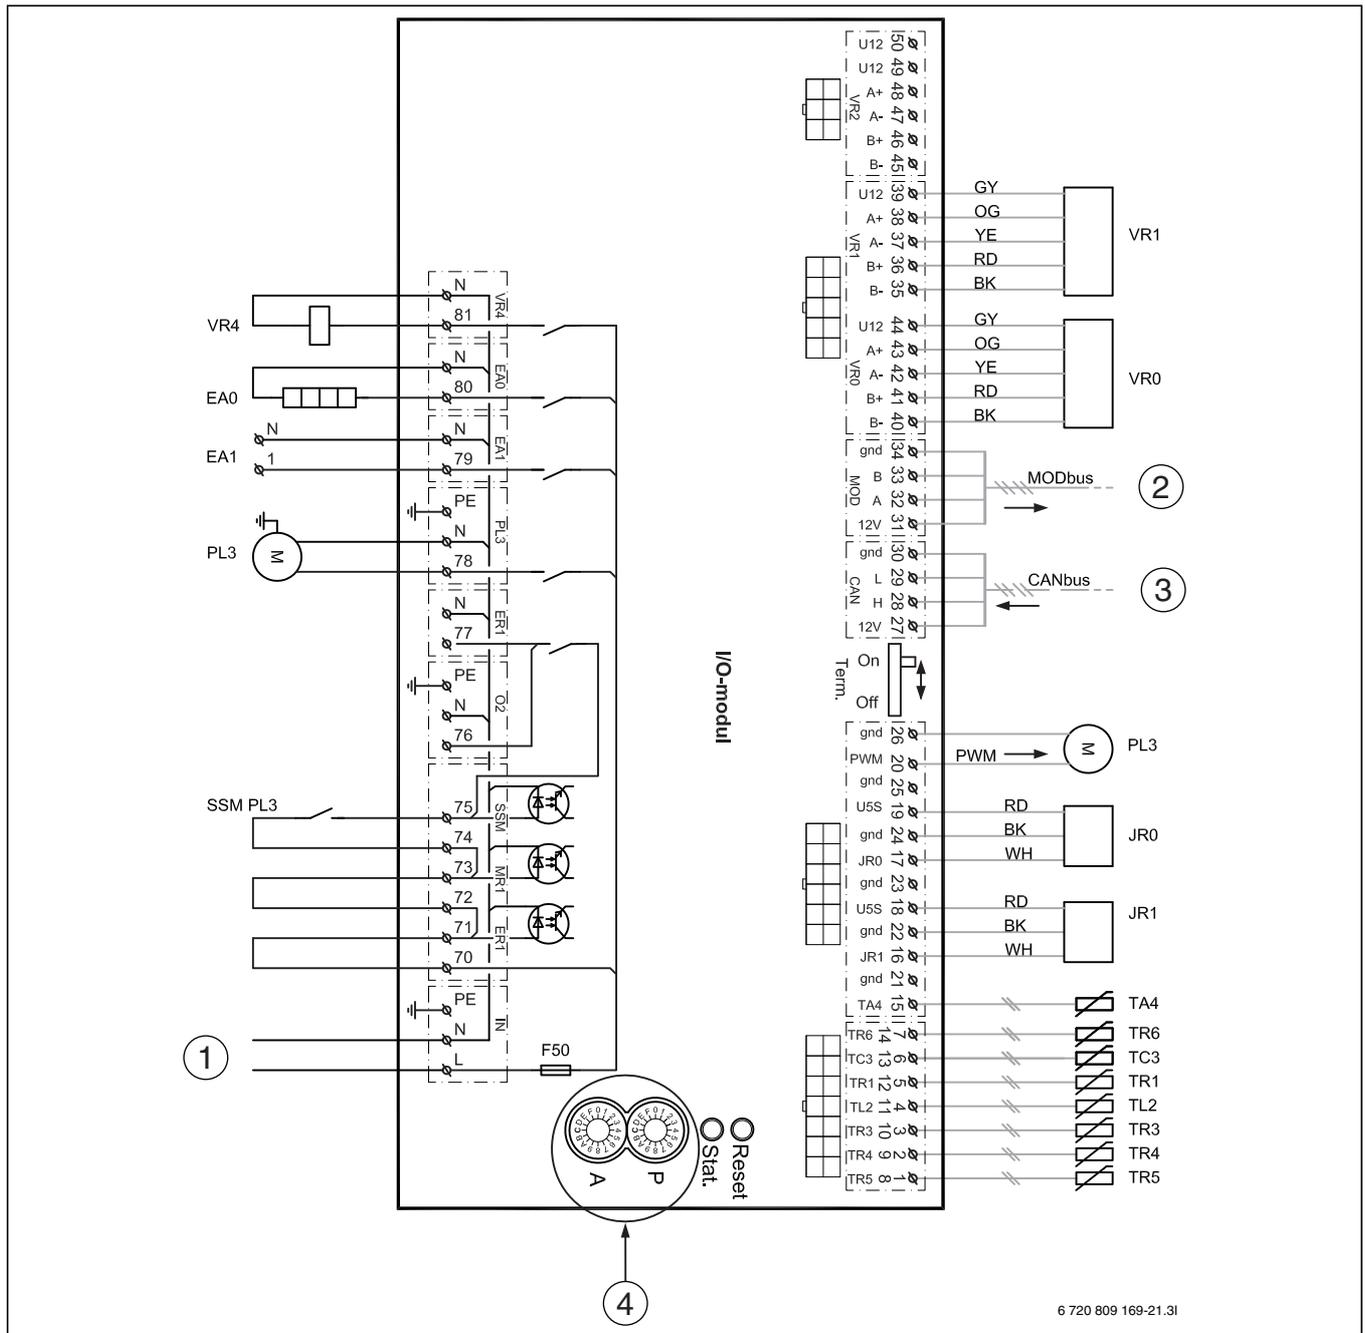

Bild 22 Schaltplan für I/O-Modulkarte
- [3] MOD-BUS zur I/O-Modulkarte ([2] Abb. 22)
- [4] Spannungsversorgung der I/O-Modulkarte ([1] Abb. 22)